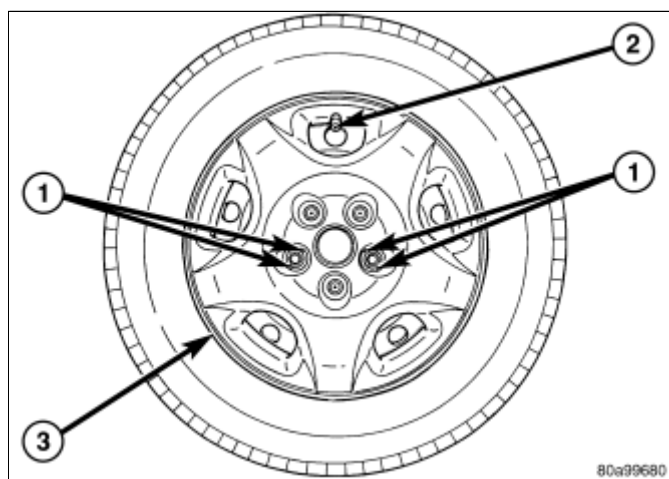

图 2 通过两个螺母安装车轮护盖
b. 同时, 将车轮护盖上含有卡夹的两个孔对齐到两个安装的车轮螺母上(图 2)。
c. 向里按压车轮护盖的中心, 直到车轮护盖的卡夹推过, 并和前面安装的车轮安装螺母的后部啮合(图 2)。 这将保持车轮护盖到位。
4. 安装并轻轻紧固剩余的三个车轮安装螺母，将车轮护盖固定到位(图 2)。